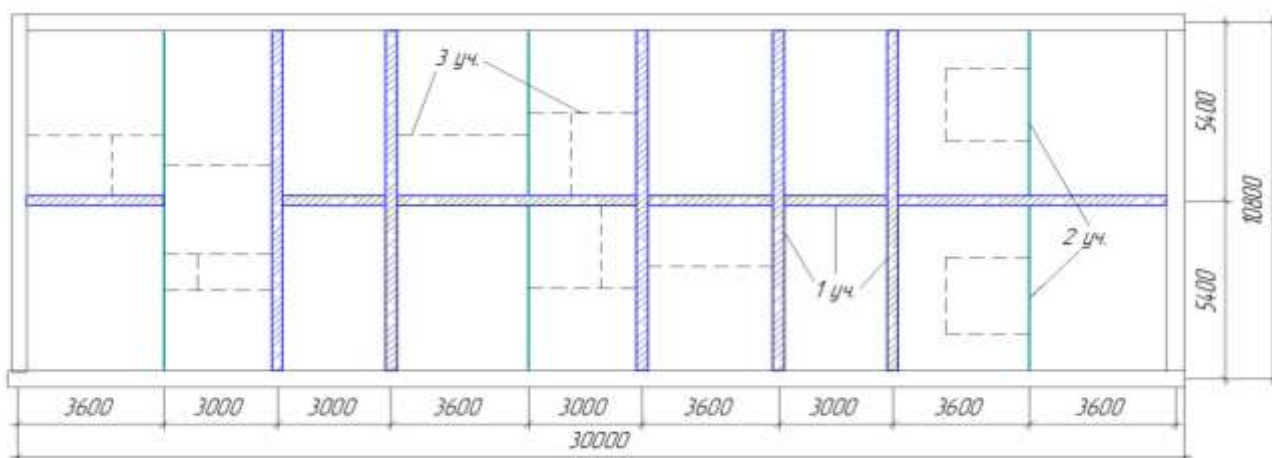

Рисунок 1 – План здания, для всех вариантов контрольной работы №1
1. Выполнить расчет физического износа основных конструктивных элементов 2-х этажного жилого здания, инженерного оборудования, электрических сетей и здания в целом, см. рис. 1, если:
1. Выполнить расчет физического износа основных конструктивных элементов 3-х этажного здания, инженерного оборудования, электрических сетей и здания в целом, см. рис.1 если:
1. Выполнить расчет физического износа основных конструктивных элементов 4-х этажного здания, инженерного оборудования, электрических сетей и здания в целом, см. рис.1 если:
1. Выполнить расчет физического износа основных конструктивных элементов 5-и этажного здания, инженерного оборудования, электрических сетей и здания в целом, см. рис.1 если:
1. Выполнить расчет физического износа основных конструктивных элементов 6-и этажного здания, инженерного оборудования, электрических сетей и здания в целом, см. рис.1 если:
1. Выполнить расчет физического износа основных конструктивных элементов 8-и этажного здания, инженерного оборудования, электрических сетей и здания в целом, см. рис.1 если:
1. Выполнить расчет физического износа основных конструктивных элементов 9-и этажного здания, инженерного оборудования, электрических сетей и здания в целом, см. рис.1 если:
1. Выполнить расчет физического износа основных конструктивных элементов 10-и этажного здания, инженерного оборудования, электрических сетей и здания в целом, см. рис.1 если:
1. Выполнить расчет физического износа основных конструктивных элементов 12-и этажного здания, инженерного оборудования, электрических сетей и здания в целом, см. рис.1 если: